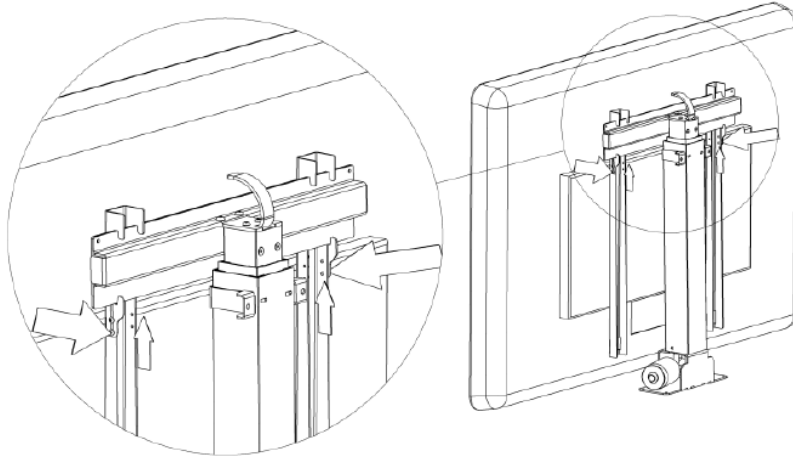

fig. 8
31. Accrochez le téléviseur avec les poutres verticales montées sur la poutre horizontale du levage (fig. 8). Pour faciliter l'assemblage, vous pouvez lever le levage en position ouverte.
32. Déplacez le verrou des poutres verticales conformément à la flèche (fig. 8), puis serrez-les à l'aide de la clé Allen fournie.